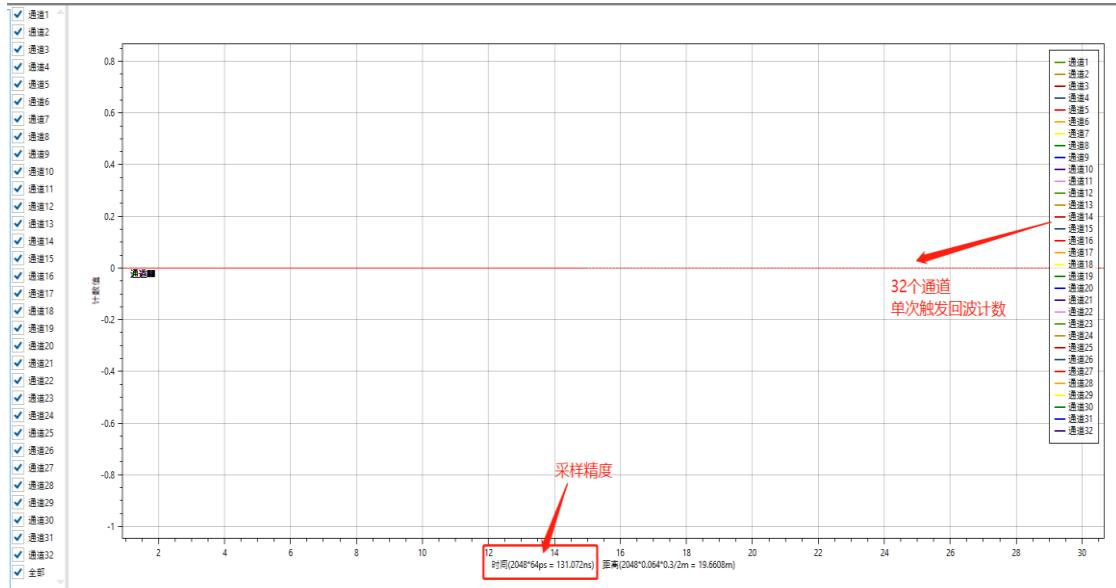

图12 软件显示界面
1.6.1 软件显示界面可以对采集的数据解析并展示。如图 12 所示。